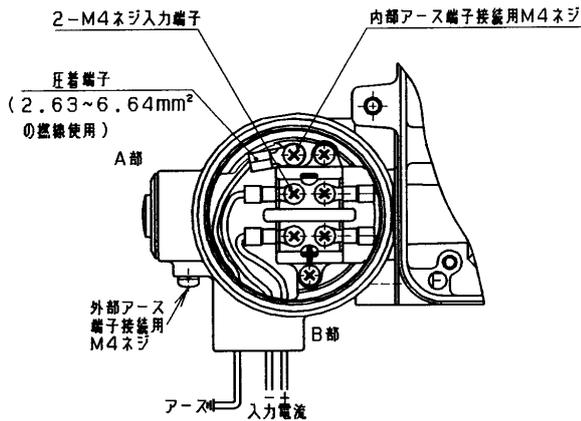

図14 端子箱付の場合
- (1) 調節計からの出力端子の+, -とポジションナ端子箱の入力端子の+, -をそれぞれ接続します。導線引込部口径は、管用平行ねじG1/2深さ16.5mmめねじとなっています。
- (2) 引き込み部は、図14のA部、B部2ヶ所ありますので(図中では、B部使用)用途に合わせて御使用ください。